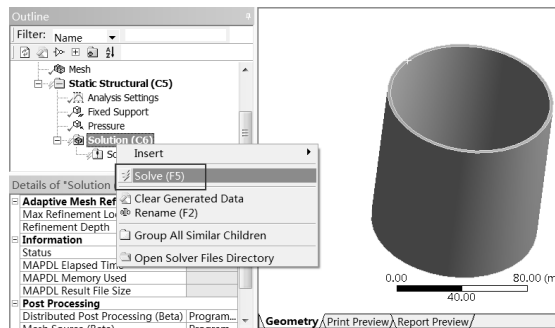

图 14-64 求解
Step6：在 Outline（分析树）中的 Static Structural（A5）选项上右击，在弹出的快捷菜单中选择 Solve 命令，如图 14-64 所示，此时会弹出进度显示条，表示正在求解，当求解完成后进度条自动消失。